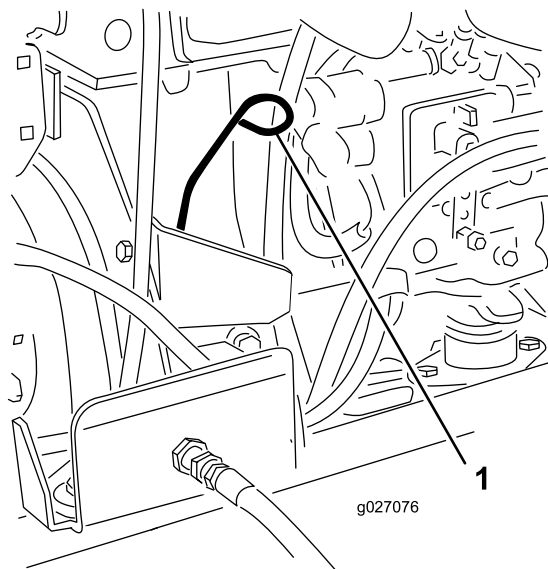

Рисунок 30
3. Извлеките измерительный щуп, тщательно протрите и снова вставьте его (Рисунок 30).